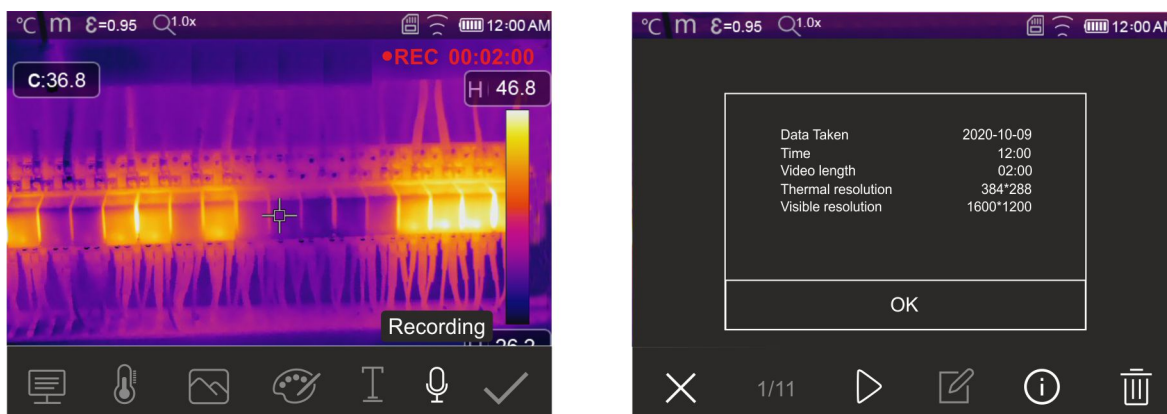

Fig. 50: Registro vídeo IR
2. **Pulse y mantenga pulsada la tecla T (Trigger) durante al menos 2s.** La indicación “REC” se muestra en la parte superior indicando el registro en curso (ver la Fig. 50)